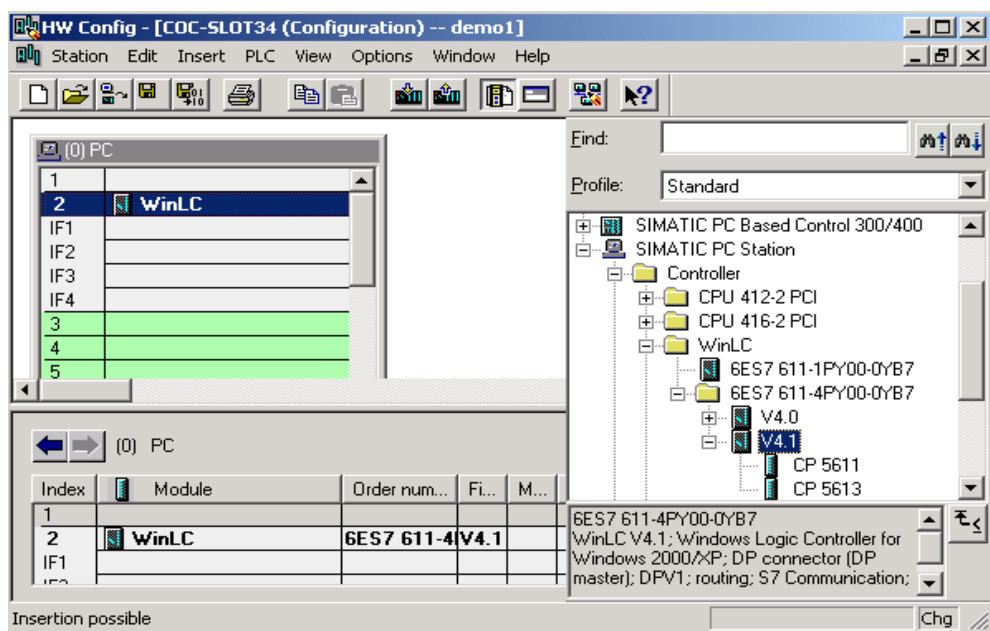

图 2.11 添加 WinLC 4.1
1. 在硬件组态窗口中选择右边的硬件目录, 并从中选择 WinLC 4.1 并把它拖放到左边的第二个插槽上(插槽号对应 PC 站组态编辑器中的索引号), 如图 2.11 所示。
2. 在图 2.11 所示的硬件目录中选择 V4.1 下的 CP5613，并将它拖放到左边 WinLC 下的 IF1 插槽上。接着自动弹出“Properties-PROFIBUS CP5613”对话框，为该 CP5613 卡选一个地址，并单击此对话框上的“new”按钮新建一 PROFIBUS 总线，选择此 PROFIBUS，单击按钮“Properties...”可设置总线的参数如通讯速率、协议类型、最大站点地址等。我们将上面三个参数分别设置成 1.5M, DP, 10。